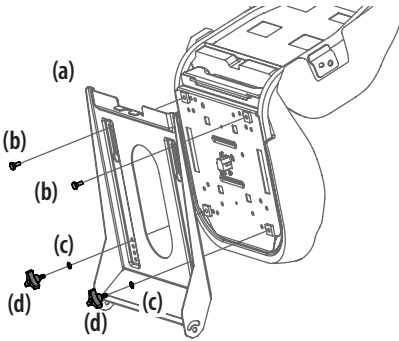

Figura 5
- Instale el asiento en la bandeja del asiento (a) usando los herrajes proporcionados. Consulte la Figura 5.
- Para el asiento que se ajuste con perillas, inserte los pernos (b) en los orificios traseros y trabe la arandela (c) y las perillas (d) en el frente. Ajuste bien. Consulte la Figura 5.